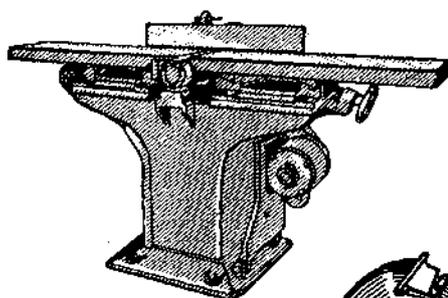

Fig. 83
*Desempenadeira.* — Esta garlopa mecânica é de simplicidade única. É formada de uma mesa de uns 2 metros de comprimento por 40 centímetros de largura, dividida em duas partes, uma guia à direita, duas facas montadas num cilindro rotativo sustido por dois mancais, e um pedestal de ferro fundido (Fig. 83).
Fig. 83 a